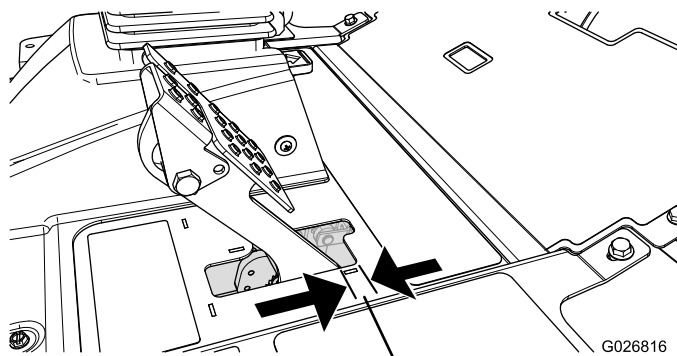

Bild 68
Stellen Sie die Bremsen ein, wenn das Bremspedal mehr als 2,5 cm Spiel hat, oder wenn die Bremsen nicht mehr gut genug greifen (Bild 68). Als Spiel gilt die Entfernung, die das Bremspedal zurücklegt, bevor ein Bremswiderstand spürbar ist.
2. Ziehen Sie die hintere Mutter an, um den Zug nach hinten zu bewegen, bis die Bremspedale ein Spiel zwischen 6,3 mm bis 12,7 mm aufweisen, bevor die Radsperre auftritt (Bild 68).